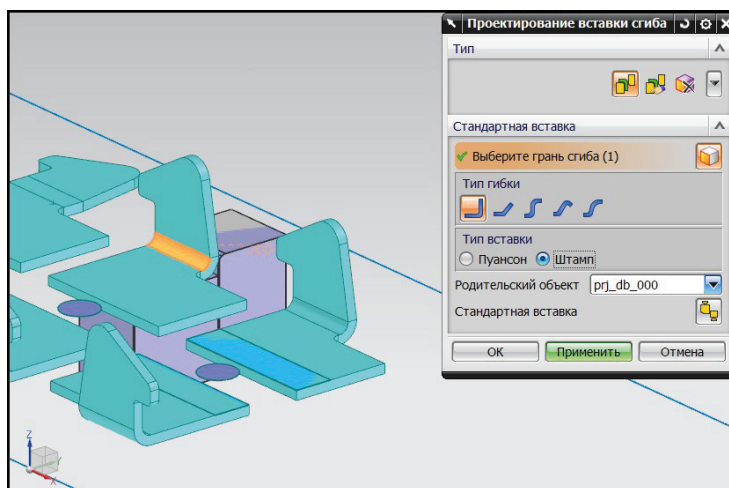

Рис. 9.7. Установка параметров загрузки стандартной матрицы
9. Создайте модель стандартной матрицы для выше рассмотренной позиции гибки. В разделе **Стандартная вставка** нажмите кнопку **Выберите грань сгиба**, в рабочем окне укажите ту же грань сгиба, выбранную при проектировании пуансона (рис. 9.7).